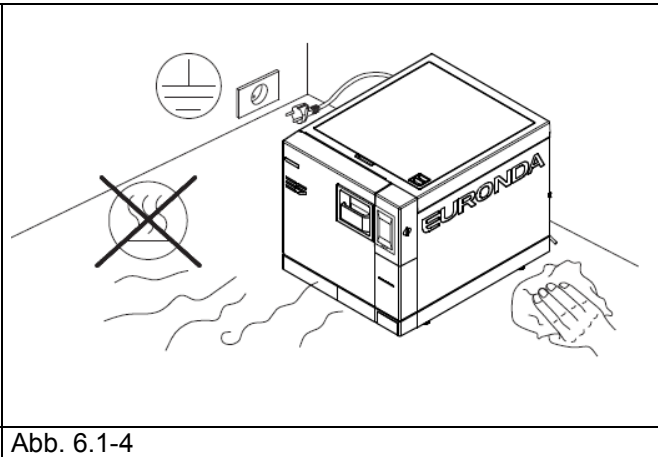

Abb. 6.1-4
- Das Gerät nicht in schwach belüfteten Räumen aufstellen (Abb. 6.1-4).
- Das Gerät nicht in der Nähe von Wärmequellen aufstellen (Abb. 6.1-4).